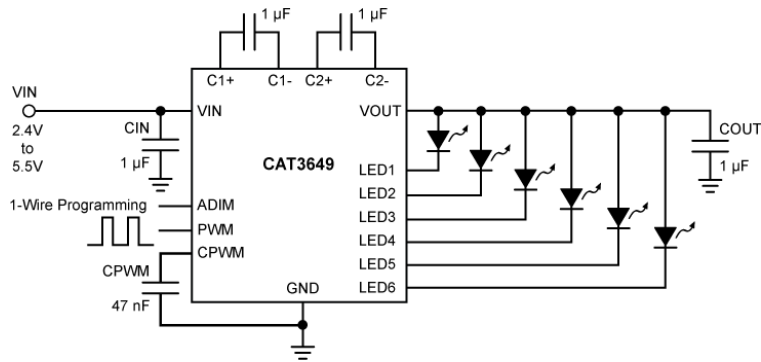

Figure 1. Typical Application Circuit
1. 外付け部品を含む代表的アプリケーション回路をFigure 1に示します。